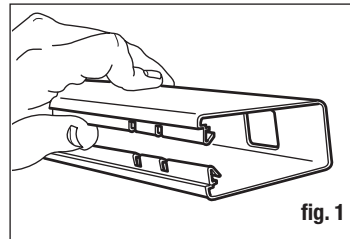

fig. 1
- Tome uno de los pretiles y abra cuidadosamente la estricción con la mano o una cuña de madera (fig. 1). Esta pieza se convertirá en el pretil inferior del ensamblado.
La mayoría de los jardines son relativamente planos y permiten una instalación sencilla. Si su jardín es muy empinado o desigual, asegúrese de dejar la altura de montaje deseado para el panel adyacente cuando coloque los postes. En casos extremos es posible que necesite "escalonar" los paneles (fig. 1).